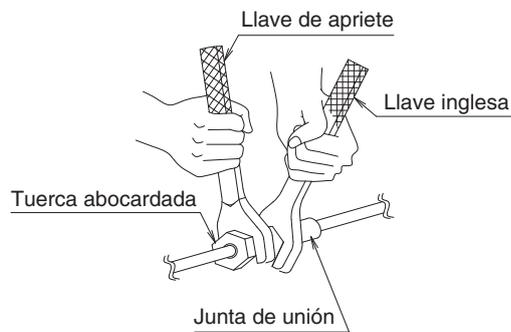

Fig. 13
- Al conectar las tuberías para el acondicionador de aire, asegúrese de usar una llave inglesa y una llave de torsión, como se muestra en la Fig. 13. Para conocer las dimensiones de la pieza abocardada, consulte la Tabla 1.